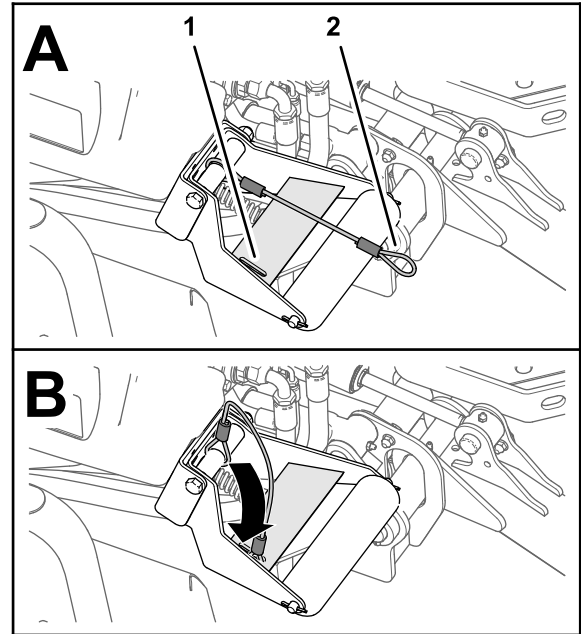

Figura 31
4. Con las unidades de corte bajadas, introduzca el bucle del cordón en la ranura de la placa de refuerzo del soporte del rodillo (**Figura 31**).